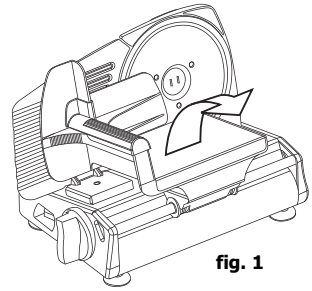

fig. 1
3. Kantel de snijtafel weg van het apparaat [fig. 1].